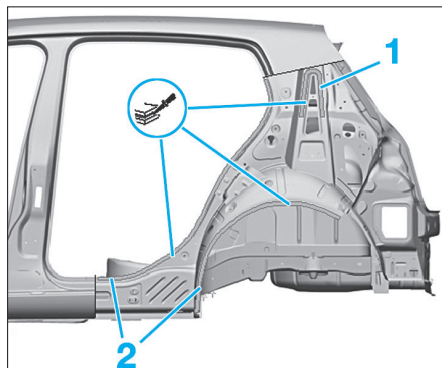

FIG. 139
- Appliquer dans la zone de collage (1) de la colle de montage monocomposant section du cordon triangulaire d'une hauteur de 12 mm (Fig.139).
- Appliquer de la colle bicomposant pour carrosserie dans la zone de collage (2) en réalisant respectivement deux cordons de 4 mm de diamètre environ.